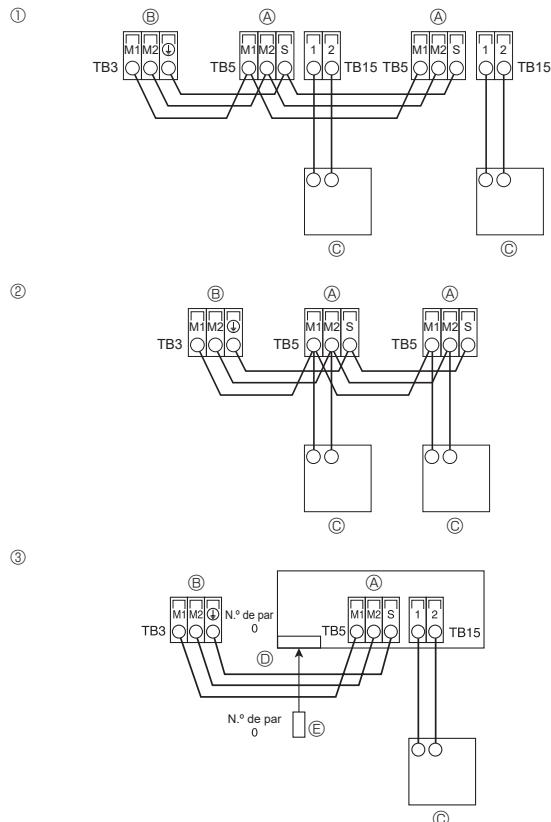

Fig. 5-3
5.3. Conexión de los cables de transmisión del mando a distancia y de las unidades exterior e interior (Fig. 5-3)
- ① Mando a distancia MA
- ② Mando a distancia M-NET
- ③ Controlador remoto inalámbrico (al instalar un receptor de señales inalámbrico)